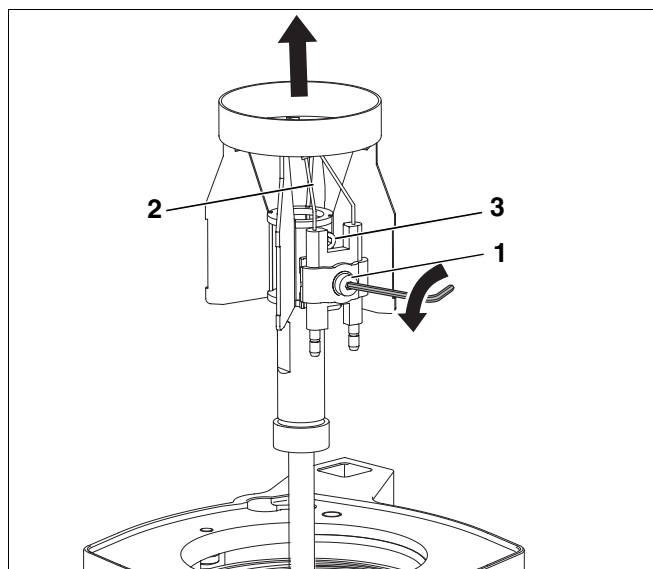
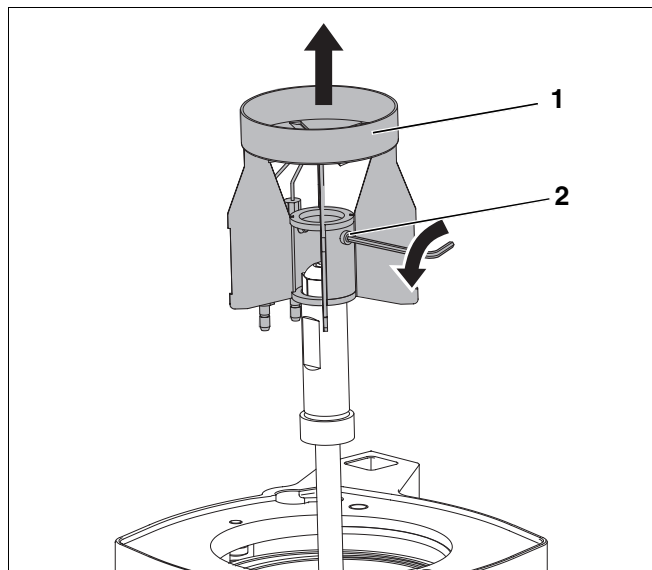
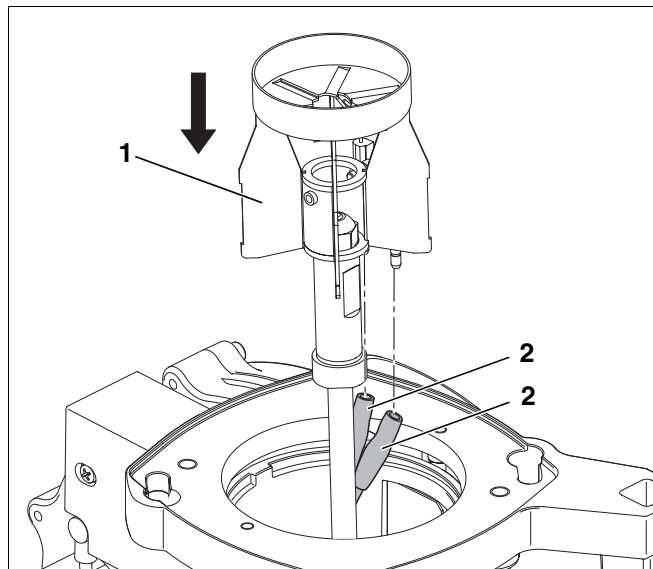

Рис. 26 Замена запальных электродов
Рис. 27 Демонтаж распределительного диска
Рис. 29 Монтаж распределительного диска
На запальных электродах (рис. 26, поз. 2) не должно быть отложений.
- Отвернуть винт (рис. 26, поз. 1) между запальными электродами.
- Отсоединить провода (рис. 29, поз. 2, стр. 31) от запальных электродов.
- Демонтировать запальные электроды (рис. 26, поз. 2).
- Ослабить установочный винт (рис. 27, поз. 2) и демонтировать распределительный диск (рис. 27, поз. 1).
- Вынуть вверх распределительный диск (рис. 27, поз. 1).
- Установить распределительный диск (рис. 29, поз. 1) и закрепить установочными винтами (рис. 27, поз. 2, стр. 30 и рис. 26, поз. 3, стр. 29).
- Подсоединить провода к запальным электродам (рис. 29, поз. 2).